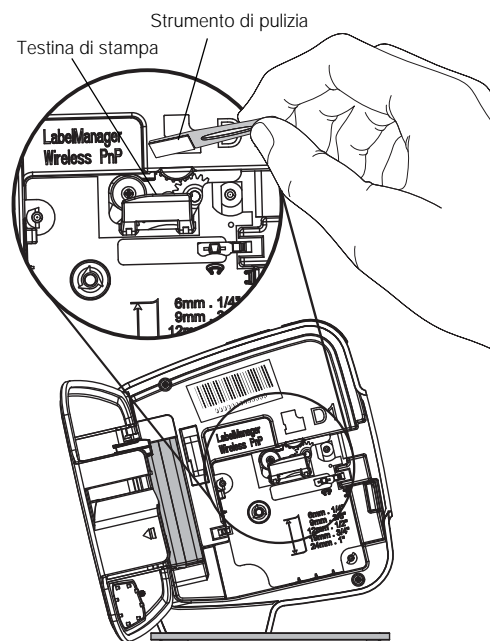

Figura 7
- 5 Pulire delicatamente la testina di stampa con il lato morbido dell'utensile. Vedere la Figura 7.